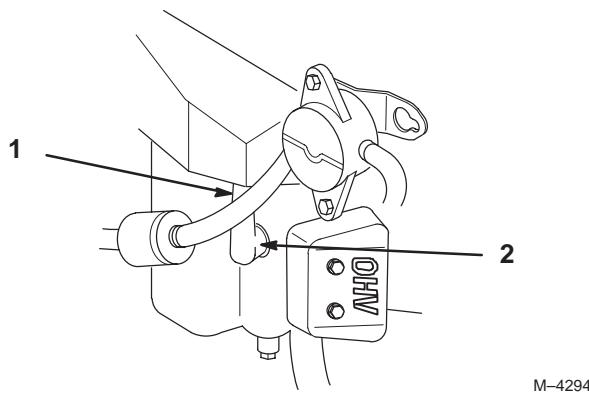

Figure 33
3. Débranchez les fils des bougies (Fig. 33). Nettoyez la surface autour des bougies pour éviter que des impuretés n'endommagent le moteur en tombant à l'intérieur.
3. Connectez les fils aux bougies (Fig. 33).